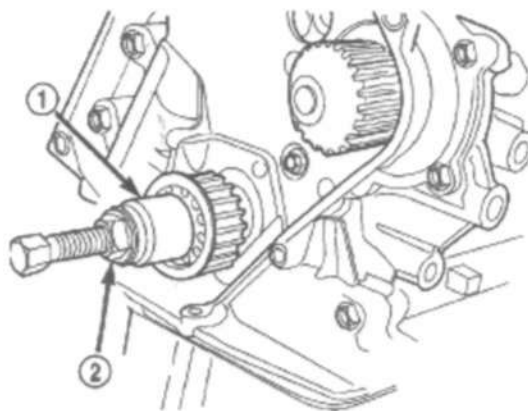
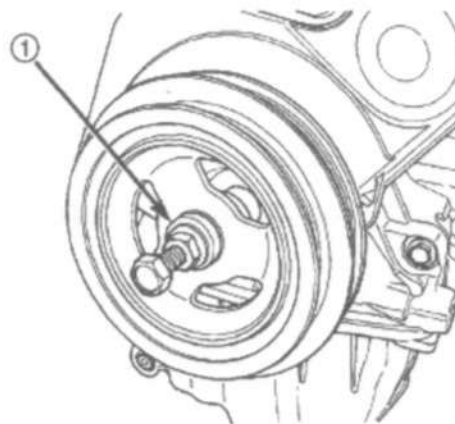

Рис. 55 Установка звездочки коленчатого вала
Рис. 56 Гаситель вибрации коленчатого вала – типовая установка
- (3) Установить звездочку коленчатого вала при помощи спец. приспособления 6792 (Рис. 55).
- (4) Установить ремень ГРМ (см. п. 9 ДВИГАТЕЛЬ/ФАЗЫ ГАЗОРАСПРЕДЕЛЕНИЯ/РЕМЕНЬ ПРИВОДА ГРМ/ЦЕПЬ И ЗВЕЗДОЧКИ –УСТАНОВКА)
- (5) Установить гаситель вибрации коленчатого вала (Рис.56) (см. п.9-ДВИГАТЕЛЬ/БЛОК ДВИГАТЕЛЯ /ГАСИТЕЛЬ ВИБРАЦИИ – УСТАНОВКА)